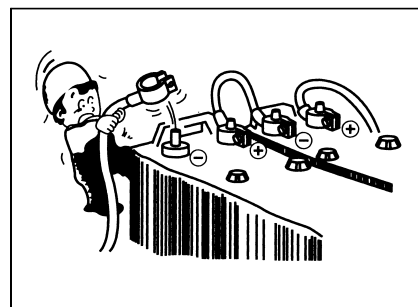

Рис.2–22
- При ремонте электрической системы или сварке на погрузчике следует снять отрицательный полюс аккумулятора или отключить выключатель отрицательного полюса в контейнере аккумуляторов (т.е. рычаг –указатель выключателя отрицательного полюса перемещать в положение «0») во избежание протекания тока.( Рис.2–22)